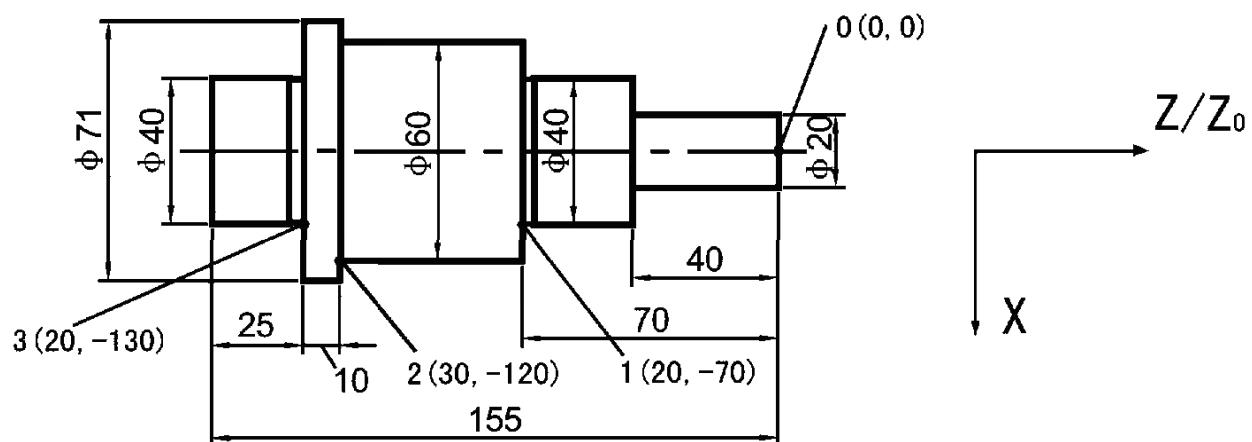

Рис. 1
1. Установите исходное положение в абсолютном режиме (при включенной индикации ALE) на главной исходной точке заготовки, например, Точка O на рис. 1 далее. Установите вспомогательные исходные положения во вспомогательных исходных точках заготовки, например, Точки 1, 2 и 3 на рис. 1. Возможно ввести режим отображения каждого вспомогательного исходного положения (UCS), принимая вспомогательное исходное положение в качестве первоначальных точек, чтобы выполнить обработку, когда это потребуется.
В качестве примера возьмите рис. 1: После включения станка переместите инструмент станка в центральную точку О на рис. 1, используйте абсолютный режим отображения.
Установка всех вспомогательных исходных положений заготовки (см. рис. 1) была завершена.
Почему ввод положения координат каждого вспомогательного положения осуществляется в противоположном направлении отображенного значения? Это объясняется следующим образом. В режиме вспомогательного исходного положения (UCS), когда координаты вводятся в абсолютном режиме, отображенные данные будут исходным положением в соответствующей UCS. Это происходит из-за того, что вспомогательное исходное положение берется в качестве исходной точки UCS при относительном режиме отображения. На рис. 1 можно видеть, что Точка О имеет координаты – относительно Точки 1 (-20, 70), относительно Точки 2 (-30, 120), и Точки 3 (-20, 130). Если оператор вводит координаты вспомогательной исходной точки, отличные от исходного положения в абсолютном режиме, отображенные данные будут положением в отношении к вспомогательной исходной точке в соответствующем UCS.